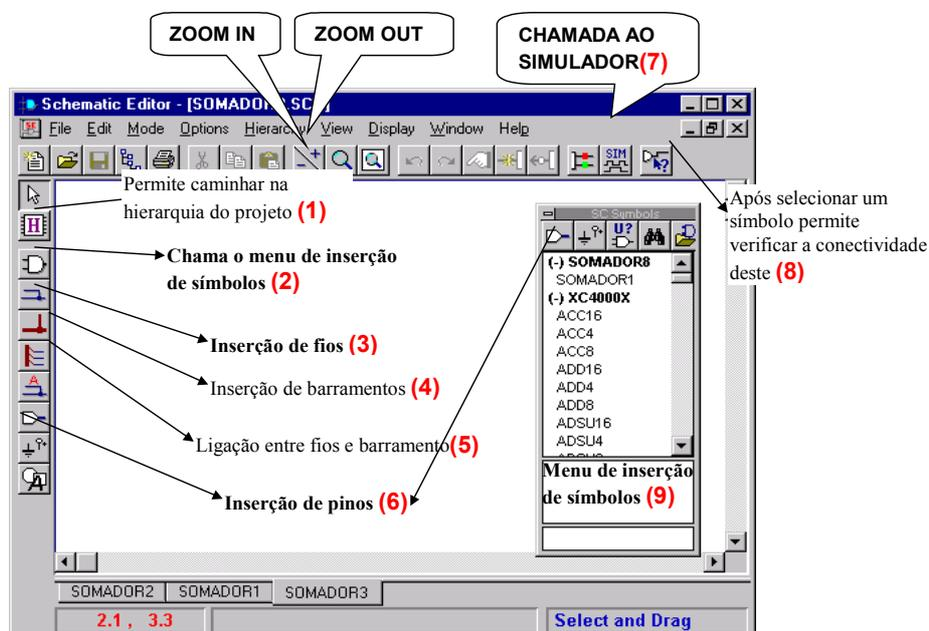
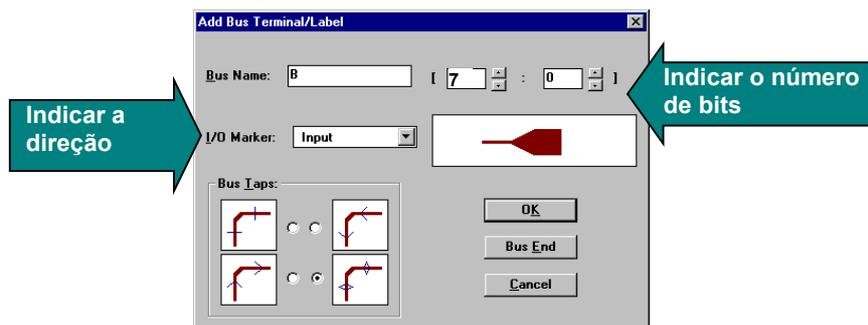

Figura 3 - Editor de Esquemático
Figura 11 - Janela de inserção de barramento.
4. Agora, a partir das equações, implemente o circuito utilizando a ferramenta editor de esquemáticos. Os comandos a serem utilizados são de 3 classes: inserção de símbolos, inserção de fios e inserção de pinos (os pontos de entrada e saída do circuito, ou seja, sua conexão ao mundo exterior). A janela inicial do editor é apresentada na Figura 3.
- c. Realize as conexões entre as portas lógicas e os pinos, clicando no botão (3) - Figura 3, depois na primeira extremidade do fio, arrastando-se o mouse até a extremidade seguinte (podes clicar em pontos intermediários da conexão para realizar quebras), terminando-se com um clique na extremidade final da conexão.
- 5. Uma vez concluído o esquemático do somador completo (*full adder*), chamar o simulador via o botão (7) no editor de esquemático ou via seta 2 no gerenciador de projeto.
2. Abrir nova folha, (opção de menu File → New Sheet do editor de esquemáticos) e inserir nela OITO (8) células iguais, instâncias do símbolo que você acabou de criar no item 1. Para colocar as instâncias do somador recém criado, ir no menu de inserção de símbolos (botão 2 - Figura 3), e selecione o somador pela lista ou escreva seu nome na parte inferior do menu.
7. Inserir os barramentos de 8 bits referentes as entradas A e B, e a saída Soma (botão 4 - Figura 3). Atenção à direção dos sinais (input/output). Procedimento: um clique no início do barramento e um duplo clique no final deste. Após o duplo clique aparecerá a janela da Figura 11, devendo-se indicar: nome do barramento, direção e número de bits.